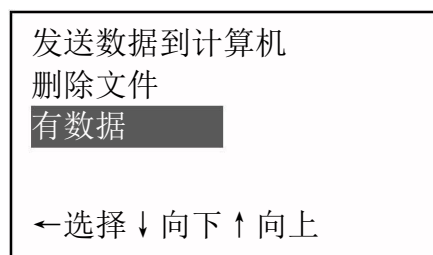

图 35
- f. 在 d 步骤若按↓或↑键将光标移至删除所有数据，如图 35：
- g. 按←键进入图 35 确认界面，此刻按←键确认删除所有数据，按 **MODE** 键返回菜单状态。按 **MODE** 键返回。